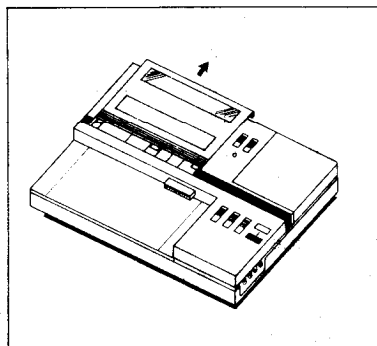

Fig. 2
- (3) Enlever le couvercle de l'imprimante en le faisant glisser vers l'arrière (Fig. 2).